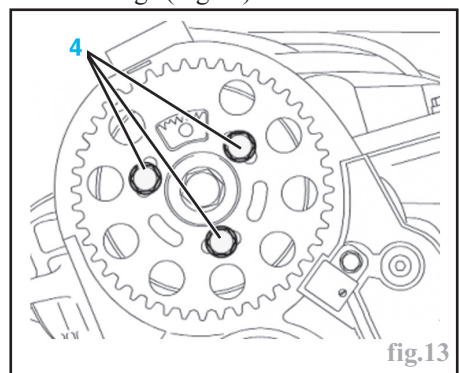

fig.13
Desserrer les vis de fixation (4) de la roue dentée d'arbre à cames, jusqu'à ce que l'on puisse tourner la roue dentée dans ses trous oblongs (Fig.13).